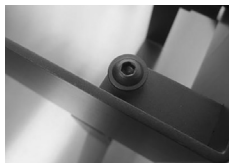

Рис. 4
3. Вставить Quadra Inside Automatic II SL или II SL в подготовленный вырез в верхней плите / столешнице. Для этого сначала установить в вырезе монтажную раму. После этого вставить горелку в монтажную раму, чтобы она прилегала к винтам в углах. (рис. 4)